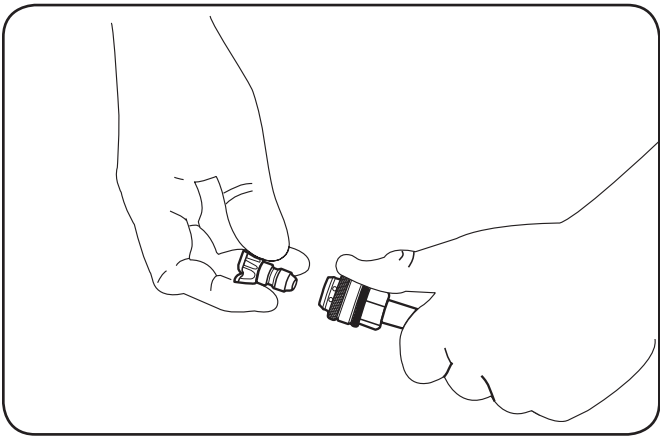

Figure 4-2
1. Tire el acople de conexión rápida haciaatrás e inserte la boquilla. Ver la Figure 4-2.